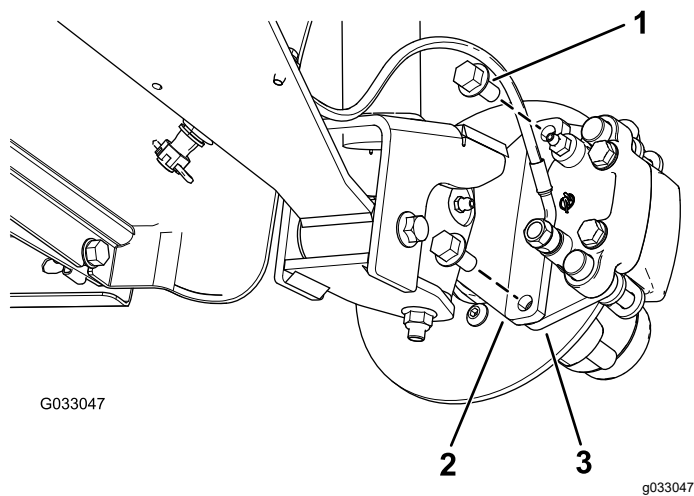
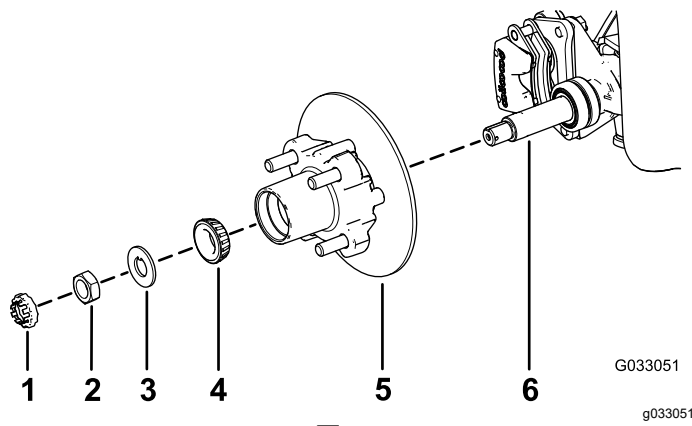

図 25
図 29
3. ブレーキアセンブリ用のブラケットをスピンドルに固定しているフランジヘッドボルト $\frac{3}{8}$ " x  $\frac{3}{4}$ "を外してスピンドルからブレーキを取り外す 図 25。
1. スピンドルに所定のグリスを薄く塗る 図 29。
2. ハブとロータをスピンドルに取り付ける。ロータを内側にすること 図 29。
3. スピンドルに外側ベアリングを取り付けてレースにはめる 図 29。
4. スピンドルにタブワッシャを取り付ける 図 29。
5. スピンドルにスピンドルナットを取り付け、ハブを回してベアリングを着座させながらナットを 15 N·m 1.52 kg·m = 11 ft·lb に締めつける 図 29。
- ブレーキパッドをロータのそれぞれの側に合わせ 図 25、キャリパブラケットの穴と、スピンドルフレームのブレーキ取り付け部の穴を整列させる 図 29。
- キャリパブラケットをスピンドルフレームに固定する 図 25 フランジヘッドボルト  $\frac{3}{8}$ " x  $\frac{3}{4}$ " 2本を使用する。